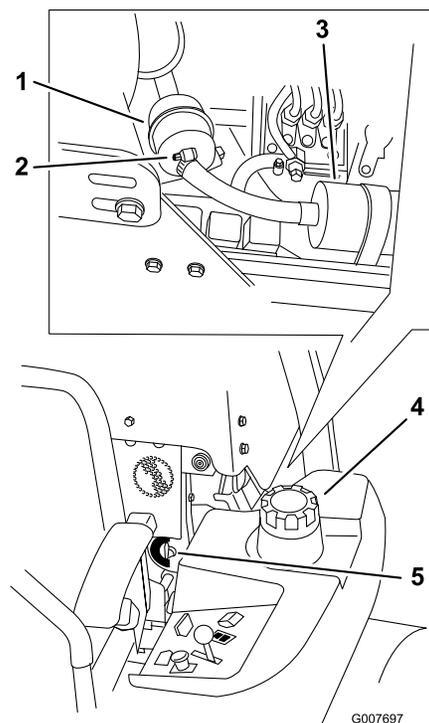

Figura 49
4. Chiudete la valvola di intercettazione del carburante (Figura 49).
5. Allentate le due fascette stringitubo e scollegate i tubi del carburante dal filtro carburante (Figura 49).
6. Montate un nuovo filtro. Collegate i tubi del carburante al filtro carburante e montate le due fascette stringitubo (Figura 49).